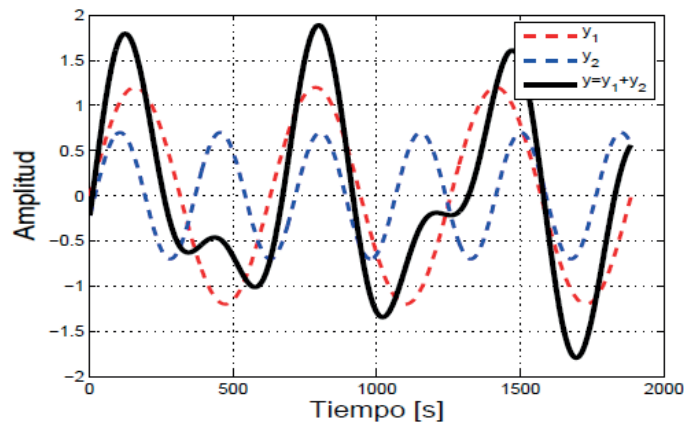

Figura 7.3: Superposición de dos ondas con diferentes frecuencias
Un fenómeno característico de las ondas en general, es la superposición de ondas, es decir la suma de dos o más ondas. Para el caso de ondas de sonido, las variaciones de presión del aire se combinan para formar una sola onda acústica. En la Figura 7.3, se observa la superposición de dos ondas de sonido de diferentes frecuencias.
6. De manera seguida, producir ondas sonoras con los diapasones 1 y 2, y registrar la onda resultante (Figura 7.3)